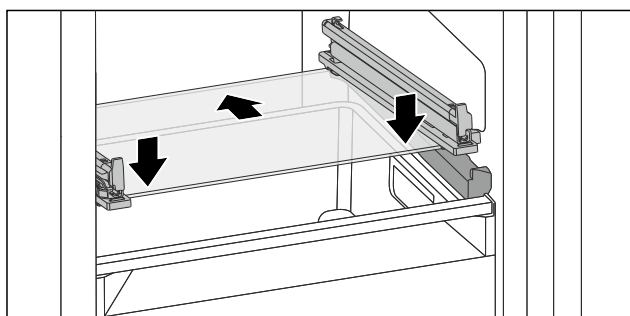

Fig. 108 Skleněná deska odklápěcí zásuvky
- Nasadte skleněnou desku šikmo za zářezky. (viz Fig. 108)